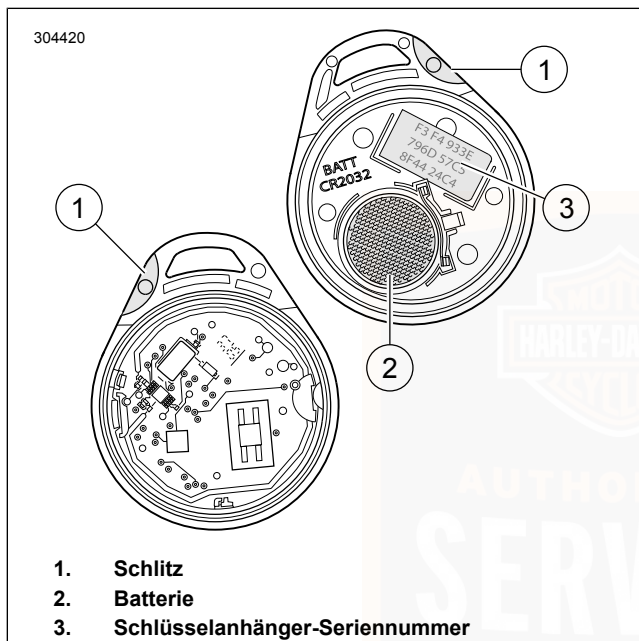

Abbildung 20. Schlüsselanhängerbatterie
1. Siehe Abbildung 20. Eine dünne Klinge im Schlitz (1) an der Seite des Schlüsselanhängers langsam verdrehen, um die beiden Hälften zu trennen.
2. Die Batterie (2) entfernen und entsorgen.